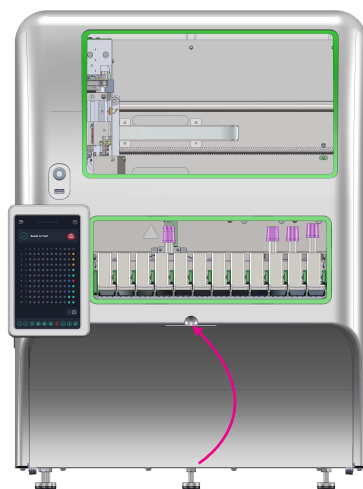

Figure 57
- Fermez la porte du compartiment à bouteilles (figure 57).